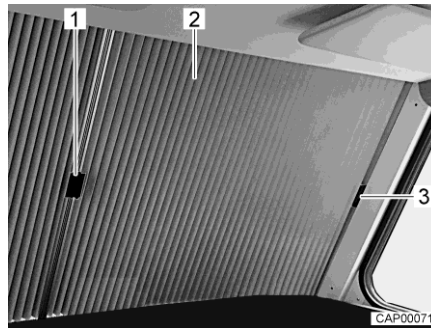

Fig. 7 Tendina oscurante pieghevole per il parabrezza (chiusa)
- Su ciascuna delle due metà della tendina oscurante pieghevole (Fig. 7,2) spingere la maniglia (Fig. 7,1) verso l'esterno sotto la copertura sul montante A.
- Agganciare la maniglia alla copertura (Fig. 7,3). L'oscurante del parabrezza è così fissato in modo che non possa chiudersi inavvertitamente durante la marcia.